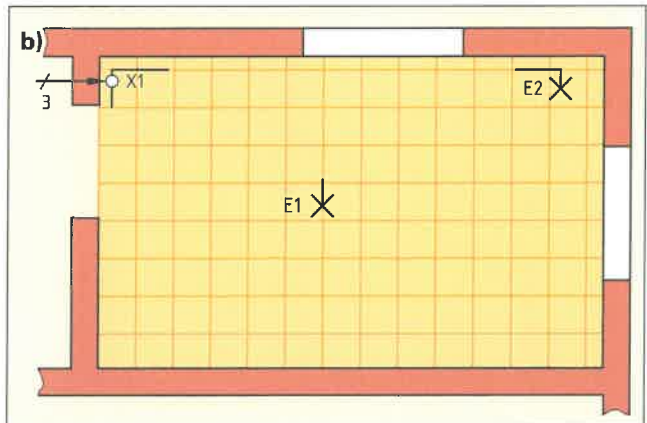

Bild 3: Installationsschaltplan
b) Zeichnen Sie die notwendigen Betriebsmittel und die Verbindungsleitungen mit den entsprechenden Aderzahlen in den Installationsschaltplan (**Bild 3**) ein.